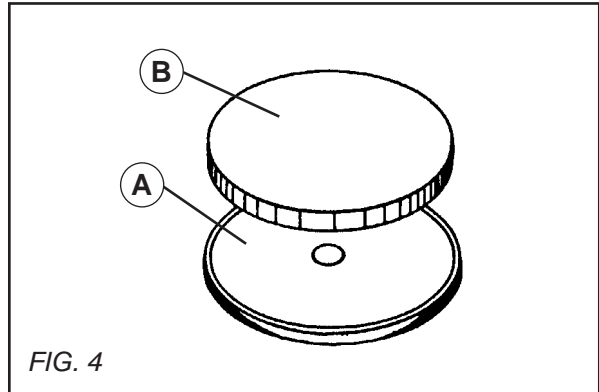

FIG. 4
• **PLATO PORTA-FIELTRO (VER FIG.4) :**
- Limpiar la cara de apoyo del plato (A)
- Cubrir el fieltro (B) de cola “Contact”.